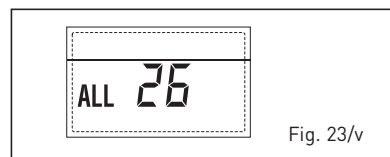

Fig. 23/v
- ANOMALIA COERENZA APPLICAZIONE SOLARE "ALL 27" (fig. 23/w)